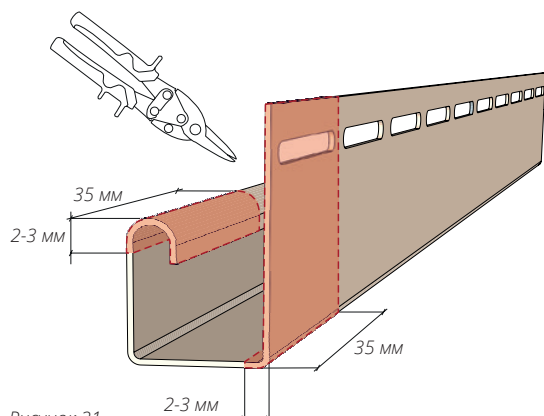
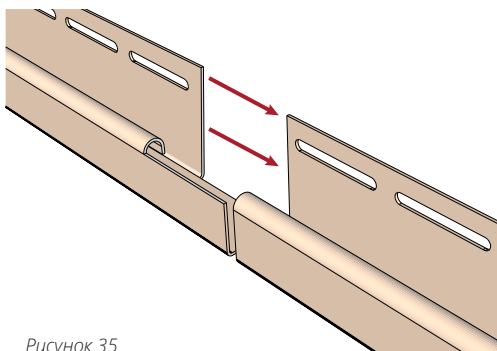

Рисунок 31
Рисунок 35
12.8 В случае если высота угла здания превышает длину J-профилей, образующих внутренний угол, его необходимо подрезать согласно рис. 31, 32.
- 12.9** В случае необходимости соединения J-профилей между собой горизонтально, сделайте подрез одного из соединяемых J-профилей согласно рис. 31 и 32, далее смонтируйте J-профили, оставив зазор на тепловое расширение 15 мм (рис. 35 и 36), соблюдая общие правила монтажа.